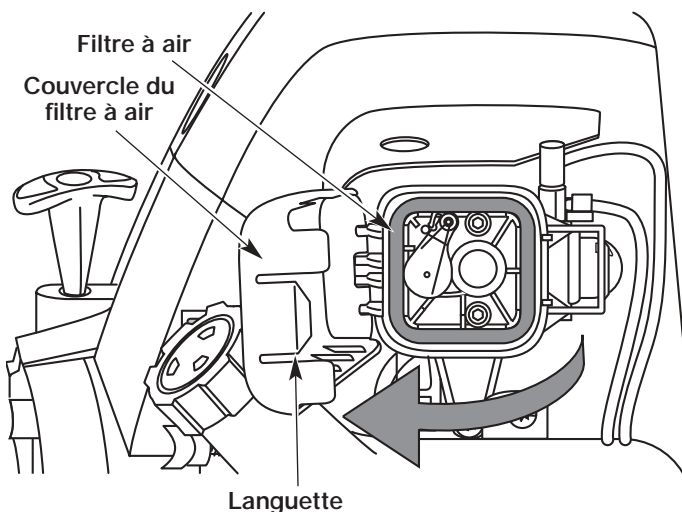

Fig. 56
1. Ouvrez le couvercle du filtre à air. Enfoncez la languette à droite du couvercle, tirez celui-ci vers vous puis vers la gauche (Fig. 56).
2. Retirez le filtre à air (Fig. 56).